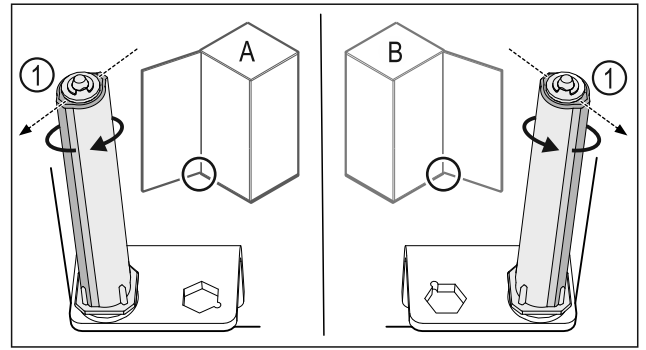

Fig. 28 Links scharnierend (A) / rechts scharnierend (B)
- ▶ Sluitsysteem tegen de weerstand in draaien tot het schot van het sluitsysteem Fig. 28 (1) naar buiten wijst.